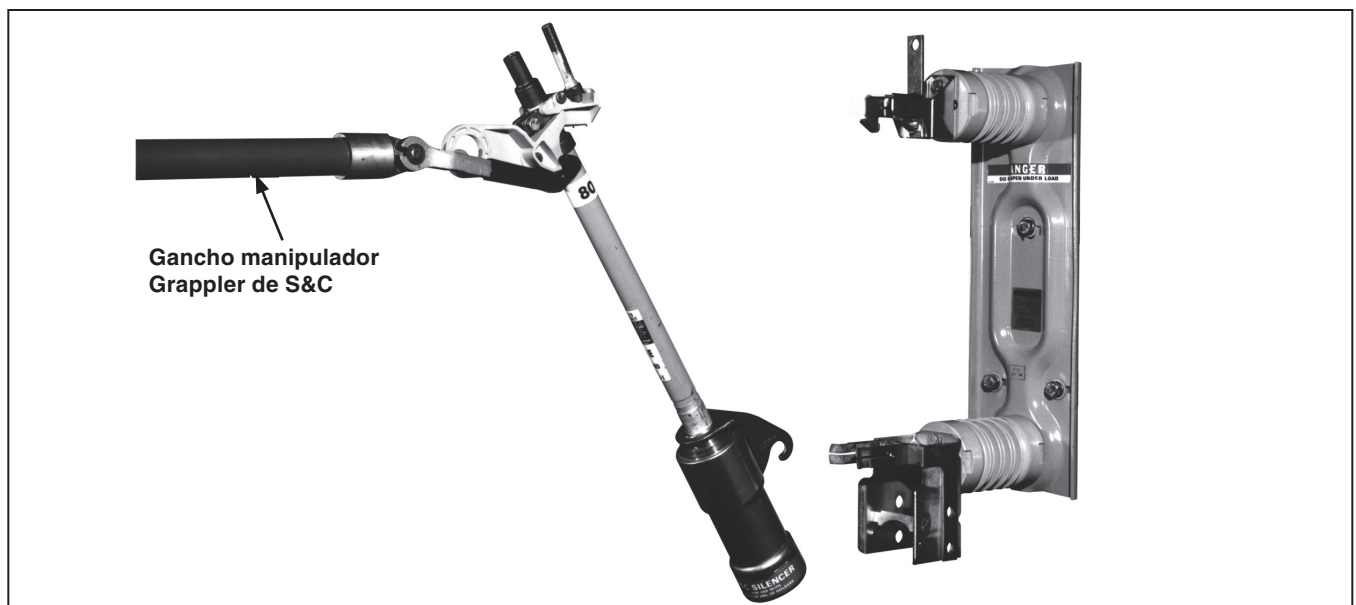

Figura 2. Instalación (o extracción) de un fusible utilizando el gancho manipulador Grappler.
- PASO 1.** Inserte el fusible (es decir, la unidad fusible con sus accesorios terminales sujetos) en la bisagra; utilice una pértiga universal● que esté equipada con un gancho manipulador Grappler™ de S&C■. Posicione el cono del gancho manipulador Grappler en el anillo de tiro del fusible y coloque el tubo portafusible en las puntas del gancho manipulador Grappler. Ver Figura 2.
- (b) Posicione el cono del gancho manipulador Grappler en el anillo de tiro del fusible y coloque el fusible en las puntas del gancho manipulador Grappler. Ver Figura 2 en la página 7.